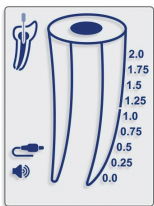

図 4
- 5.4.7. 機器に測定ケーブルを接続し、ケーブルのアイコンが画面に表示されていることを確認します(図4)。